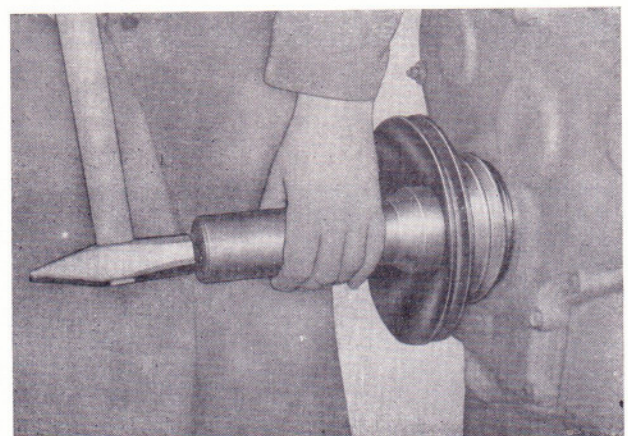

Bild 88
- Keilriemenscheibe ansetzen und mit dem Schlagdorn 27 01759 006 auf die Kurbelwelle aufschlagen (Bild 88).